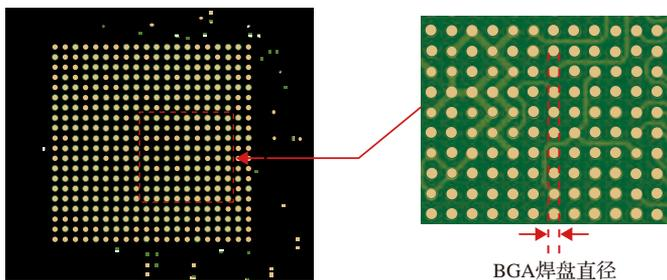

图 5-53 练习题 2 图
2. BGA 的焊盘小且密度高, 对 PCB 制造提出了更高的要求, 嘉立创可生产的 BGA 焊盘直径 (见图 5-53) 最小是多少? ( )